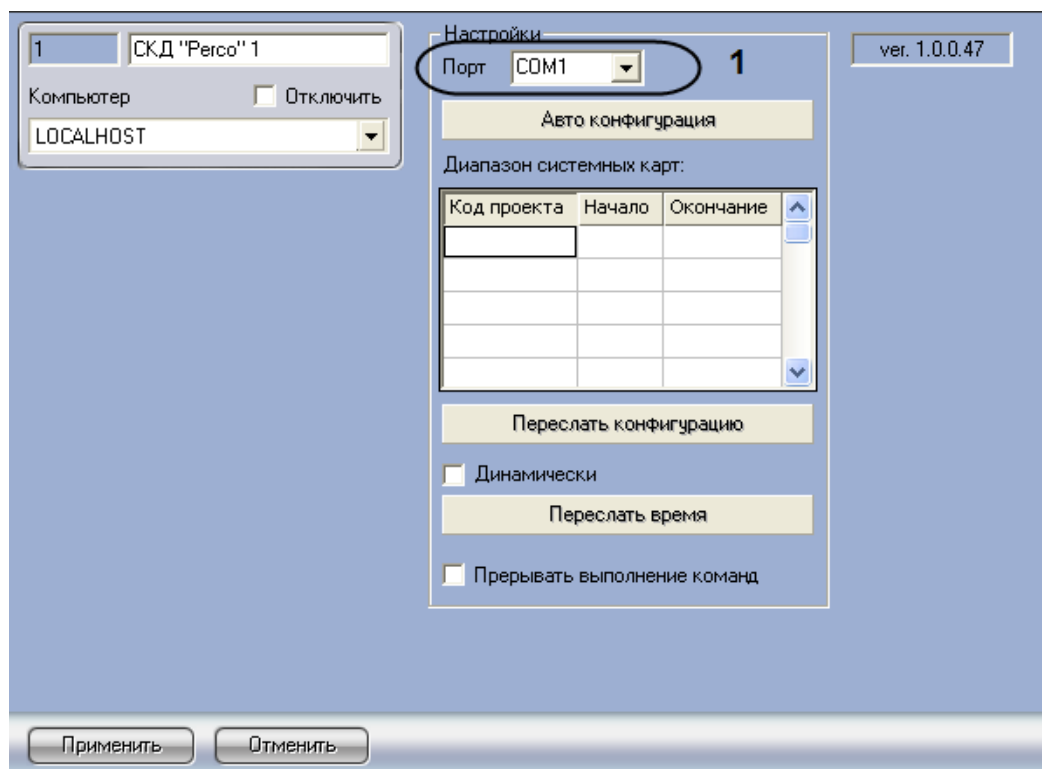

Рис. 3.2—2. Настройка подключения СКД Perco
2. Из раскрывающегося списка **Порт** выбрать COM-порт подключения группы контроллеров СКД *Perco* (см. Рис. 3.2—2, 1).